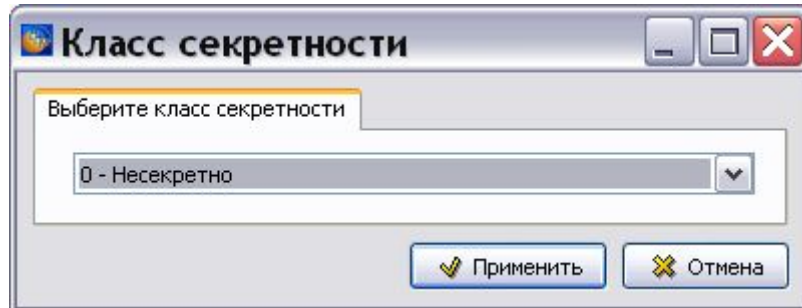

Рис. 8.243
- **Замена класса секретности.** В таблице результатов анализа выделите строку с версией МД и нажмите на кнопку **Заменить**. В окне **Класс секретности** выберите из выпадающего списка класс секретности (Рис. 8.243) и нажмите на кнопку **Применить**.